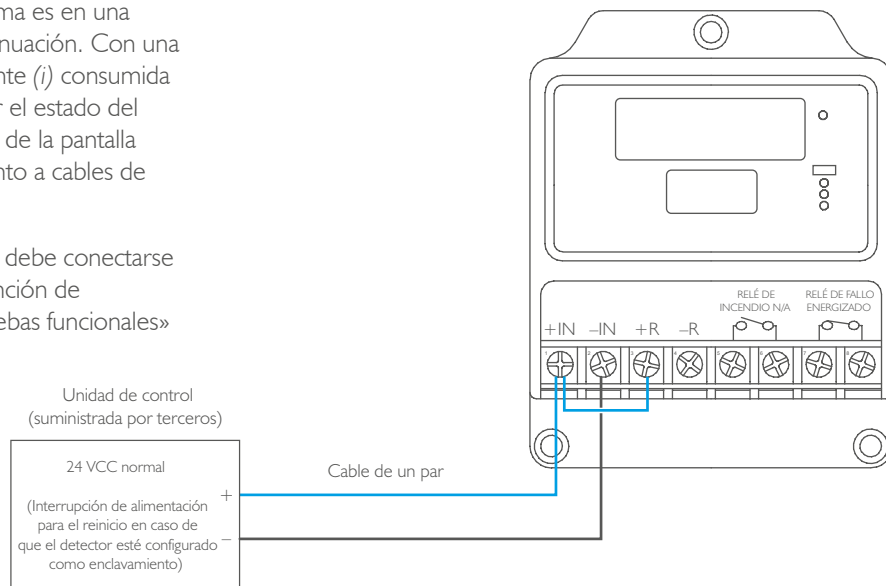

Figura 15. Diagrama básico de conexión de dos hilos
- 1) Señalización de corriente. El detector puede conectarse como un dispositivo alimentado por bucle de dos hilos, aumentando su corriente de alimentación para señalar que se ha detectado una llama (véase la figura 15).